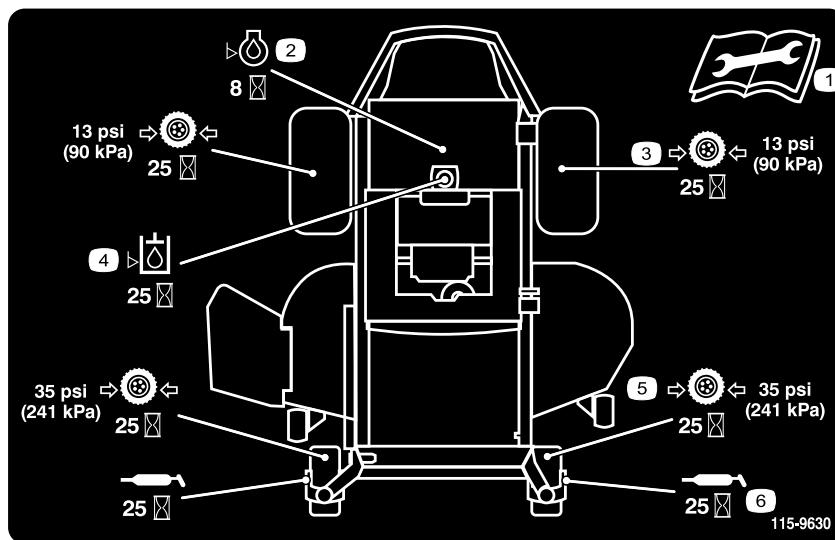

Figure 33
4. Raccordez une pompe à graisse à chaque graisseur (Figure 34 et Figure 33). Injectez de la graisse dans les graisseurs jusqu'à ce qu'elle commence à sortir des roulements.